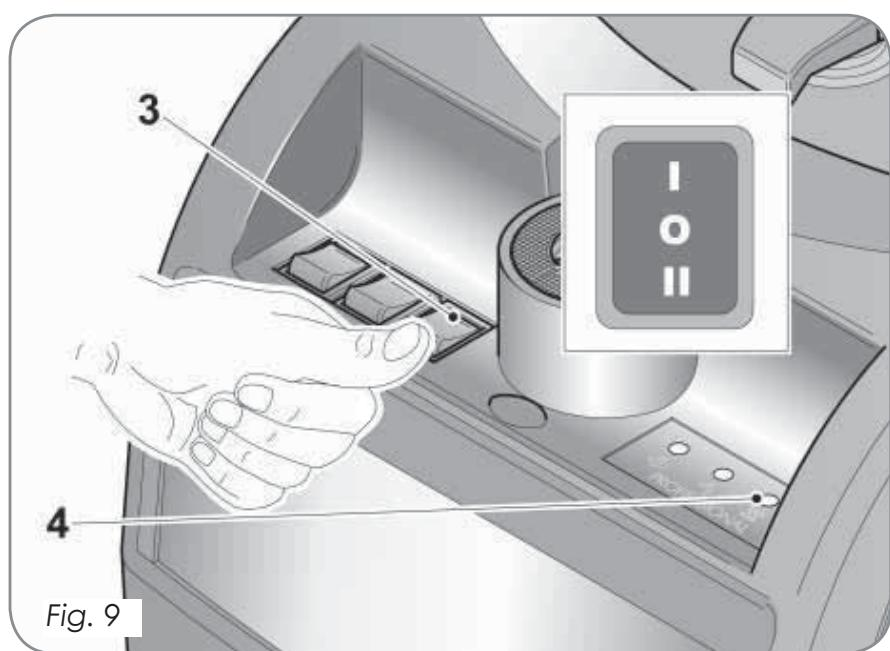

Fig. 9
Appuyer le bouton-poussoir de distribution de l'eau (pos. 3 fig.9); sélectionner la vitesse d'eau à distribuer. Le témoin jaune s'allume (pos. 4 fig. 9)